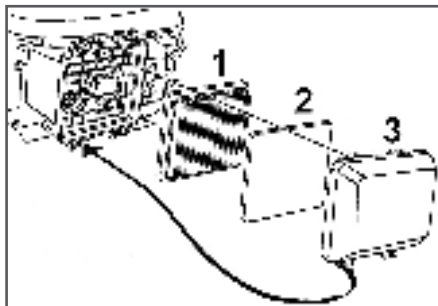

Рис.16 Конструкция воздушного фильтра
1. Нажмите на фиксаторы и снимите крышку воздушного фильтра (Рис. 16 п. 3).
2. Извлеките из крышки воздушного фильтра предварительный в фильтрующий элемент (Рис. 16 п. 2).
3. Извлеките основной фильтрующий элемент (Рис. 16 п. 1).
Основной (бумажный) в фильтрующий элемент (Рис. 16 п. 1) не подлежит очистке, необходима его замена. Эксплуатация двигателя с грязными или поврежденными фильтрующими элементами или без фильтрующих элементов приведет к попаданию грязи и пыли в карбюратор и двигатель, что в свою очередь, станет причиной его быстрого износа. Двигатель в этом случае не подлежит ремонту по гарантии.